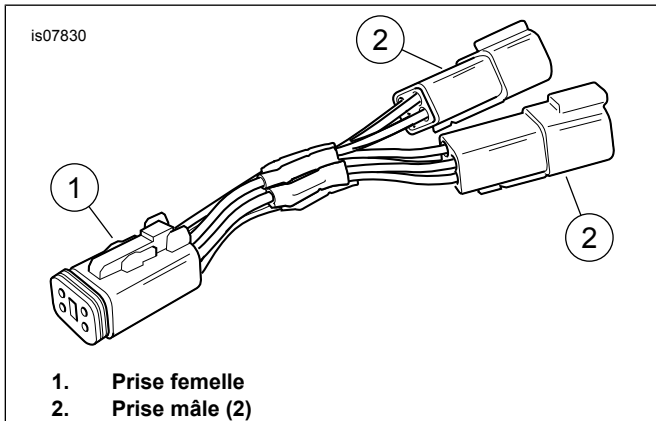

Figure 1. Faisceau adaptateur de circuit commuté
1. Voir Figure 1. **Modèles de 1994 à 2013** : brancher la prise femelle Deutsch à 4 contacts (1) sur la prise mâle de circuit d'accessoire située à l'avant de la batterie. **Modèles de 2014 à 2016** : brancher la prise femelle Deutsch à 4 contacts (1) sur le faisceau de connexion électrique (no de pièce 69200722, acheté séparément). **Modèles de 2017 et ultérieurs** : brancher la prise femelle Deutsch à 4 contacts (1) sur le faisceau de connexion électrique (no de pièce 69201599, acheté séparément).
2. Brancher les prises femelles d'accessoire sur les prises mâles (2) du faisceau.